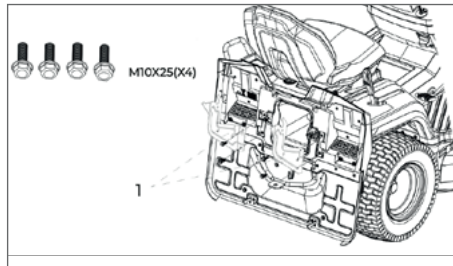

Рис. 9
**6.8 Установка поворотного крепления травосборника (рис. 9)**
- Установите поворотные кронштейны (рис. 9, поз. 1) с помощью 4 болтов (M10x25).